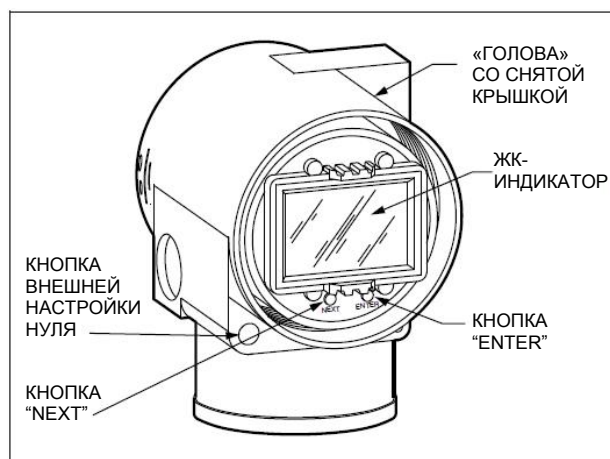

Рисунок 5. ЖК-Индикатор с кнопками
(Рис. 5)
Изолированное от модуля электроники внешнее кнопочное устройство (рис. 5) настройки нуля активизирует внутренний герконовый переключатель через стенку корпуса с помощью магнита. Такая конструкция исключает возможность попадания влаги и загрязнений в модуль электроники. Эту настройку нуля можно отключить при конфигурировании датчика.
Настройка нуля и диапазона производится при помощи клавиш на ЖК Индикаторе (см. рис. 5).
- ▶ Опционального жидкокристаллического индикатора (ЖКИ) кнопками, расположенными на нём (рис.5)